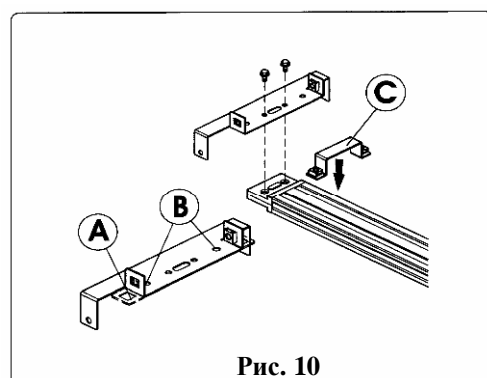

Рис. 10
- При креплении желоба в непосредственной близости к потолку согните проушину в положение А рис.10. и закрепите её через отверстия В. Установите скобу С в дальнейшем, при монтаже желоба на основание редуктора.